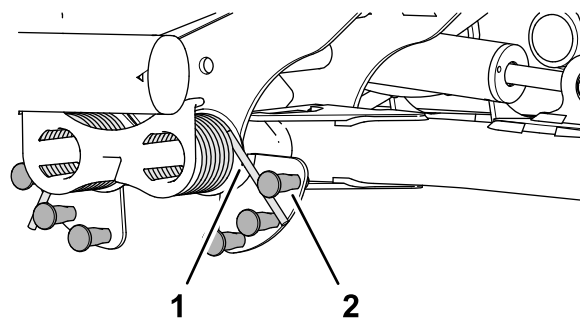

Figura 84
2. Introduceți capătul lung al arcului de contrabalansare într-un tub sau într-un obiect similar, apoi pivotați arcul în jurul urubului cu umăr până în poziția dorită (Figura 84).